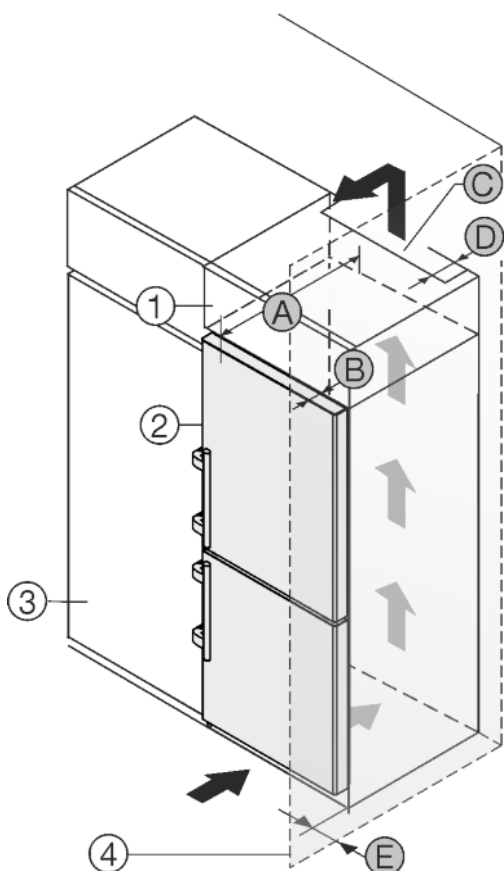

Fig. 26
Het apparaat kan in keukenkasten worden ingebouwd. Om het apparaat Fig. 26 (2) aan de hoogte van het keukenblok aan te passen, kan boven het apparaat een opzetkast Fig. 26 (1) worden aangebracht.
Het apparaat kan direct naast de keukenkast Fig. 26 (3) worden geplaatst. Om de deuren volledig te kunnen openen, moet het apparaat overeenkomstig de diepte Fig. 26 (B) t.o.v. het keukenkastfront uitsteken. Afhangelijk van de diepte van de keukenkast en het gebruik van de wandafstandhouders kan het apparaat verder uitsteken.
- Aan de achterzijde van de opzetkast moet een luchtafvoerkanaal met de diepte Fig. 26 (D) over de volledige breedte van de opzetkast aanwezig zijn.
- Onder het plafond moet de ventilatiedoorsnede Fig. 26 (C) worden aangehouden.
Wanneer het apparaat met de scharnieren naast een wand Fig. 26 (4) wordt geplaatst, moet de afstand Fig. 26 (E) tussen apparaat en wand worden aangehouden. Dit komt overeen met de uitsteekmaat van de handgreep bij geopende deur.